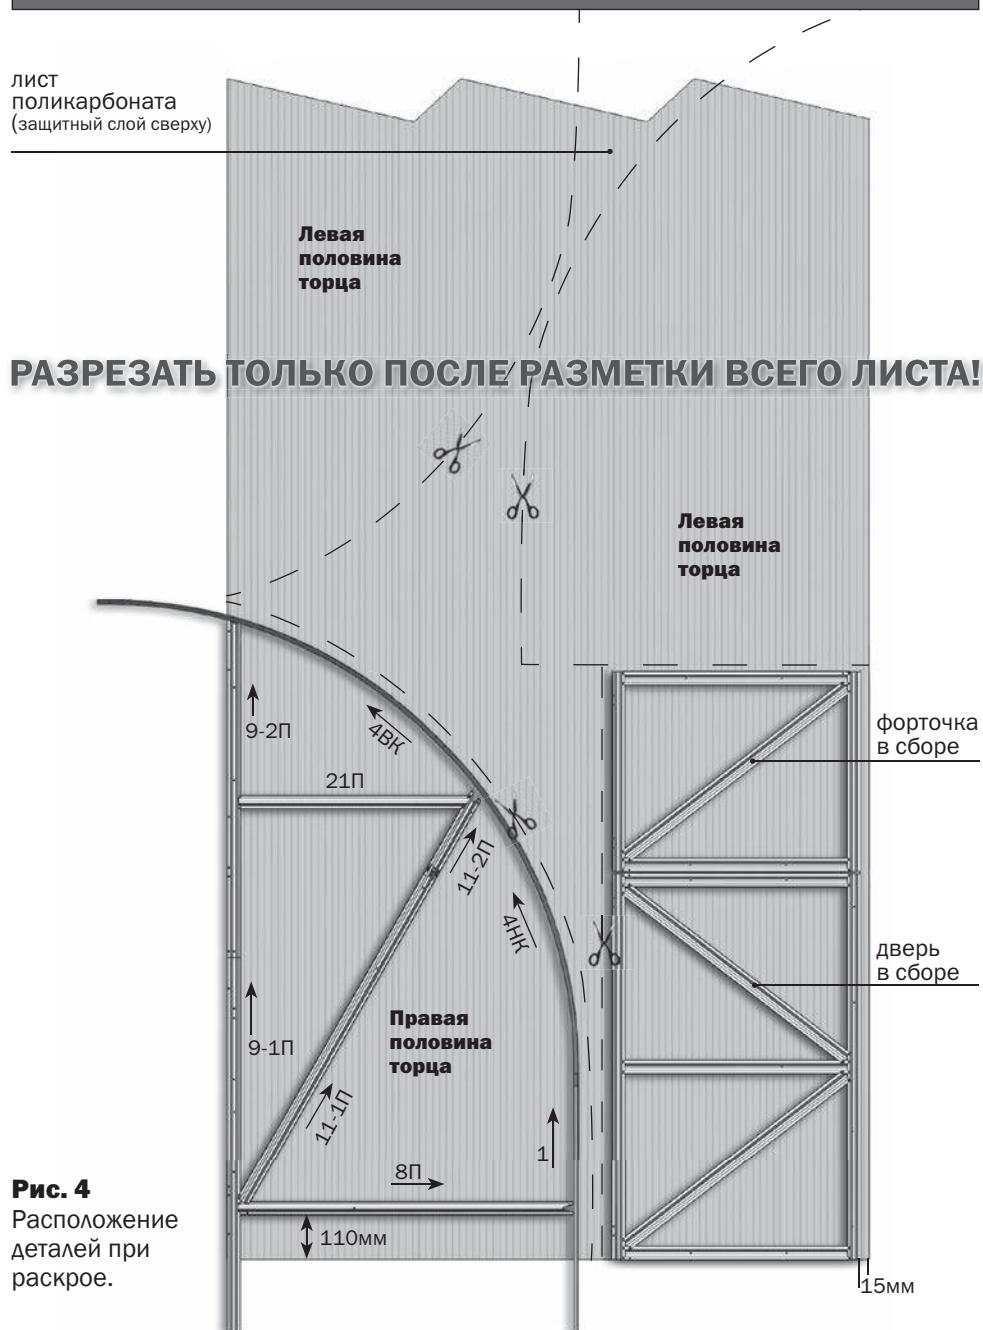
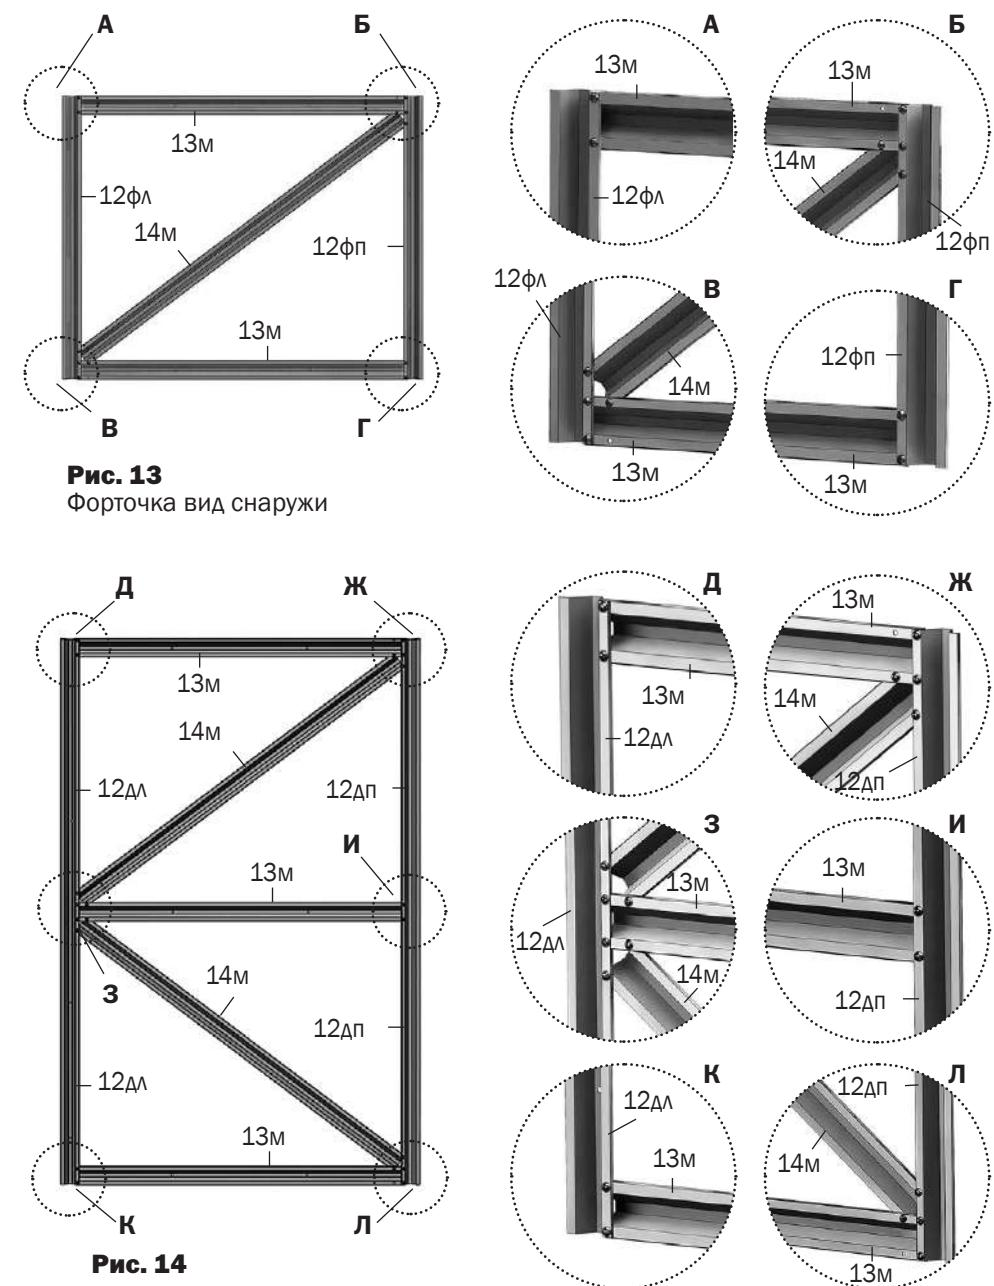

Рис. 4
Рис. 13
детали 4 - см. Рис.4
детали 12...14 (дверь и форточка) - см. Рис.13,14
- Первоначально надо раскроить лист покрытия для торцов. Для этого соберите двери, форточки (**рис.13, рис.14**) и половину торца из деталей дуг **4ВК, 4НК** и прямолинейных деталей **1, 8П, 11-1, 11-2П, 21П, 9-1П, 9-2П**, временно закрепив загнутые концы деталей **11-2** на отверстия дуги. Не снимая защитной пленки с поликарбоната, разметьте места расположения деталей на листе покрытия в соответствии с **рис. 3 и рис. 4**
РАСКРОЙ ЛИСТА ПОЛИКАРБОНАТА ВЫПОЛНЯЙТЕ СТРОГО В СООТВЕТСТВИИ С РИС.3 И РИС. 4